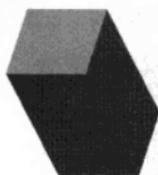

图 1-8 拉伸的瓶身
(2) 单击  按钮创建拉伸特征, 出现图 1-7 所示的拉伸操控板。选择上一步创建的截面。输入拉伸长度 200。单击  完成拉伸特征创建。结果见图 1-8。